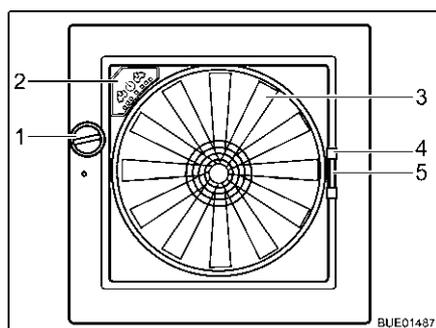

Fig. 95 Clarabóia Omni-Vent
- Gire o botão rotativo (Fig. 95,1), até ter atingido o ângulo de abertura pretendido.
- Gire o botão rotativo (Fig. 95,1) até a clarabóia estar completamente fechada.
- Puxe a mosquiteira pelo manípulo (Fig. 95,4) para o lado oposto da moldura.
- Comprima o manípulo (Fig. 95,5) do dispositivo de escurecimento.
Se a clarabóia estiver aberta, o ventilador de 6 níveis (Fig. 95,3) permite ventilar e extrair o ar da zona interior. O ventilador é operado no painel de controlo (Fig. 95,2).